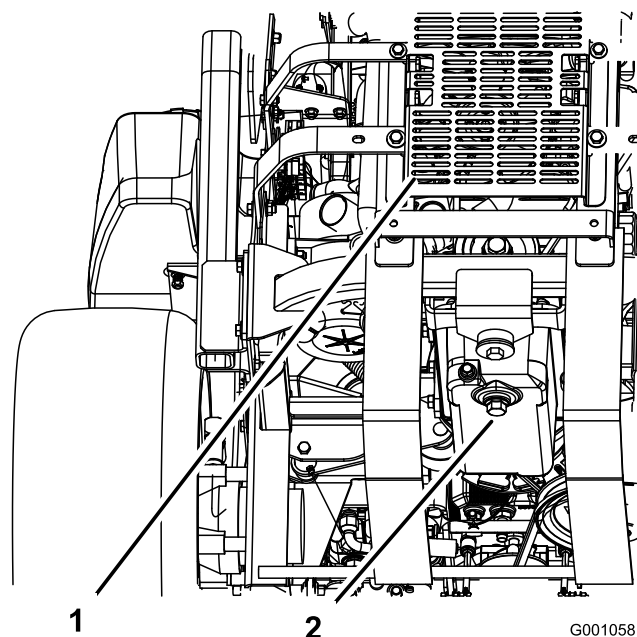

Figure 38
5. Placez un bac de vidange sous l'orifice de vidange. Retirez le bouchon de vidange et laissez s'écouler toute l'huile (Figure 38).